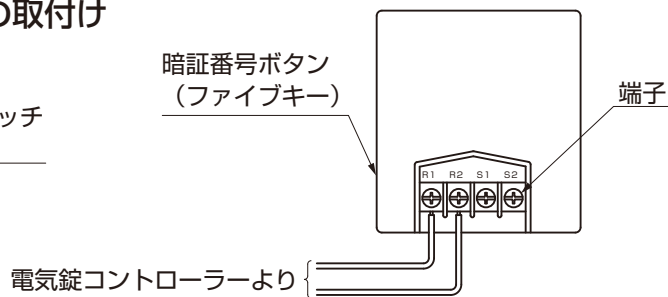

図3-13
② カバー止めネジをゆるめ、本体からカバーを取外してください。
③ 電気錠コントローラーからの配線を端子に結線してください。(図3-13参照)